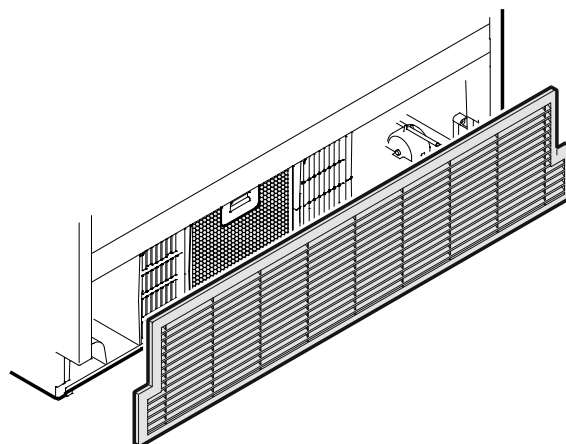

Figure 36
3. Monter la grille de ventilation comme à la **Figure 36**.